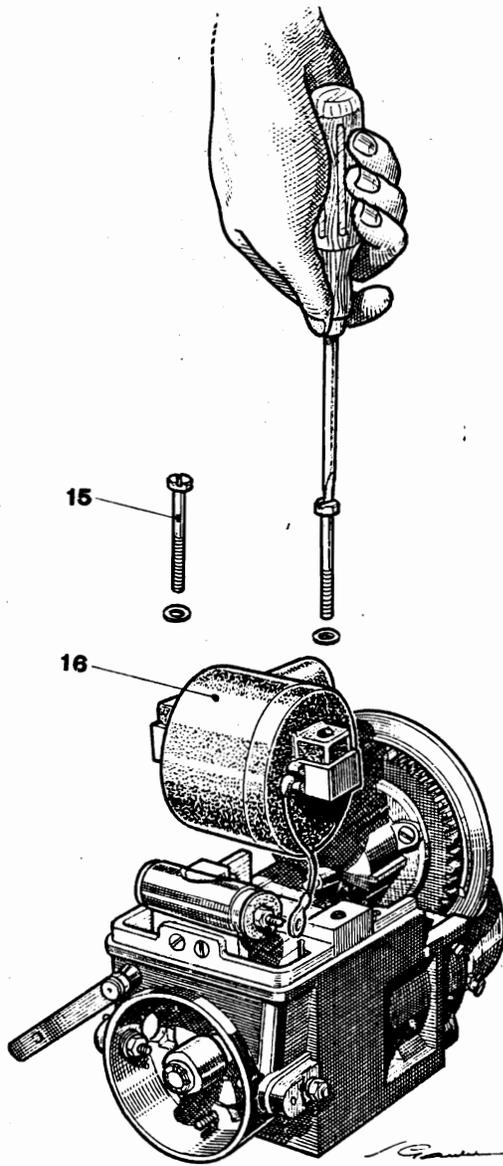

FIG. 35 — DÉMONTAGE DE LA BOBINE
d) **Démontage de la bobine** (fig. 35) :
- Enlever les deux vis de fixation de la bobine (15) } Tournevis de 7
- Dégager la bobine (16).